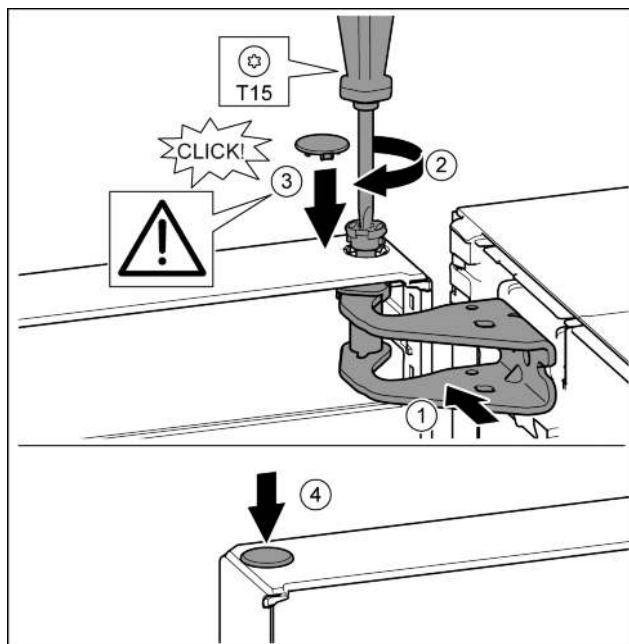

Fig. 23
- Дверь вверх выровнять по отверстию в опорном кронштейне. Fig. 23 (1)
- Вставить палец и затянуть отверткой T15. Fig. 23 (2)
- Установить предохранительную крышку для защиты двери: вставить предохранительную крышку и проверить, прилегает ли она к двери. В ином случае вставить палец полностью. Fig. 23 (3)
- Вставить заглушку. Fig. 23 (4)